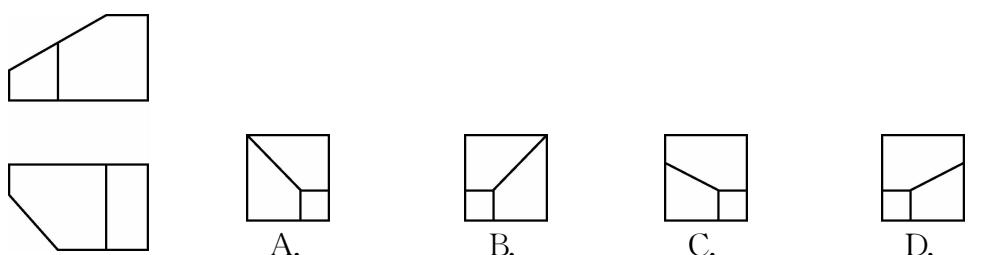

图 1-3-4
4. 某组合体的主视图与俯视图如图 1-3-4 所示, 它的左视图正确的是( )。